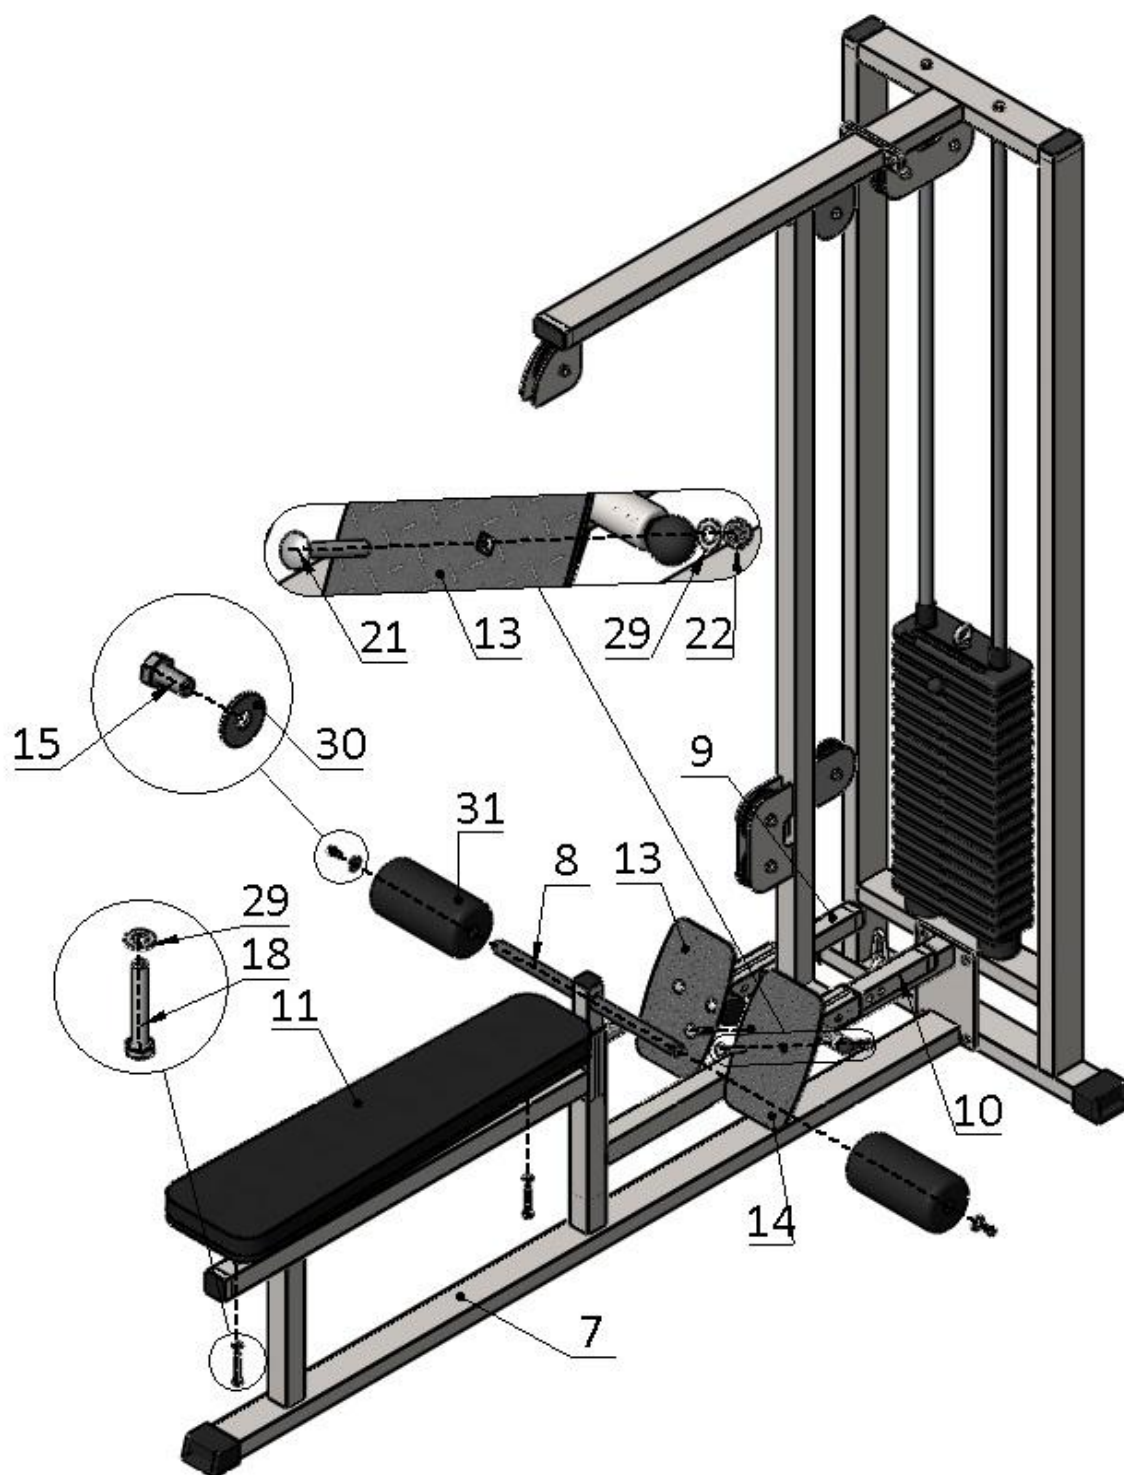

Рис.3
К раме сиденья (7) прикрутите сиденье (11) комплектом крепежа: болт M10x65 (18); шайба D10 (29) (рис.3).